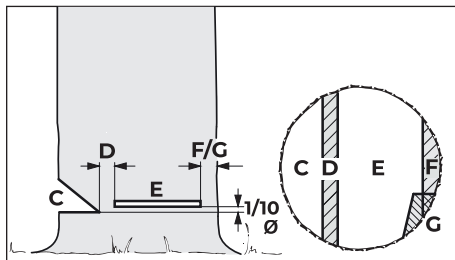

Рис. 18
- ширина недопила: около $1/10$ диаметра ствола (рис. 18);
- С помощью основного пропила (рис. 18, поз. E) дерево заваливается.
- $1/10$ (мин. 3 см) диаметра ствола над основанием подпила (рис. 18, поз. C).
- Удерживающий ремень (рис. 18, поз. F) или защитный ремень (рис. 18, поз. G) подпирает дерево и предохраняет его от преждевременного падения.
Выбрать подходящие клинья для валки деревьев в зависимости от диаметра ствола и от ширины разреза (основного пропила (рис. 18, поз. Е)).